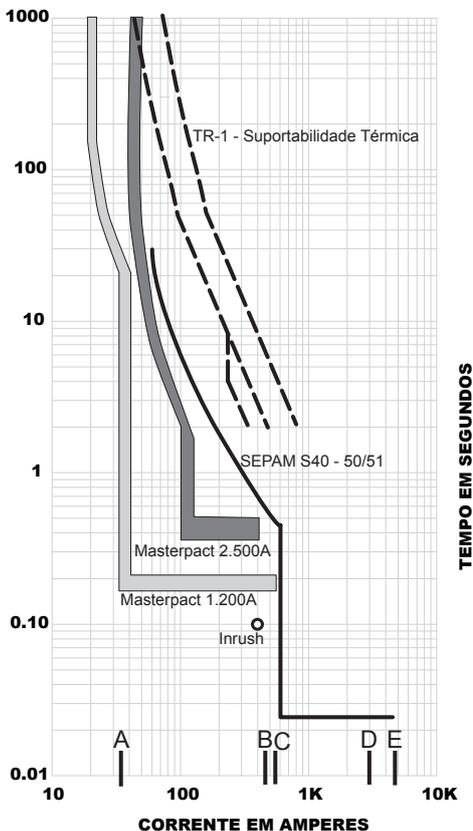
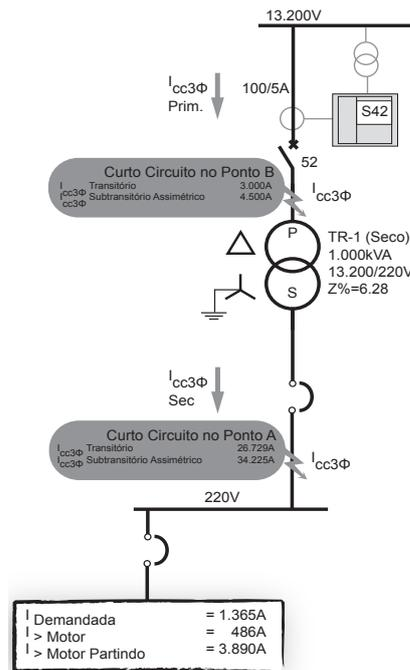

Figura 6 - Coordenograma do exemplo sugerido
Figura 7 - Diagrama unifilar do exemplo sugerido
**Dados do exemplo:** O sistema elétrico proposto é formado por uma cabine primária cuja alimentação é derivada de uma concessionária de energia na tensão de 13.200 Volts. Logo na entrada foi instalado um **SEPAM 1000 Plus Série 40 Modelo S42**. O relé de proteção deverá proteger o transformador de 750kVA 13.200/220Volts a seco conforme o coordenograma apresentado na figura 6. A figura 7 demonstra o diagrama unifilar do sistema.